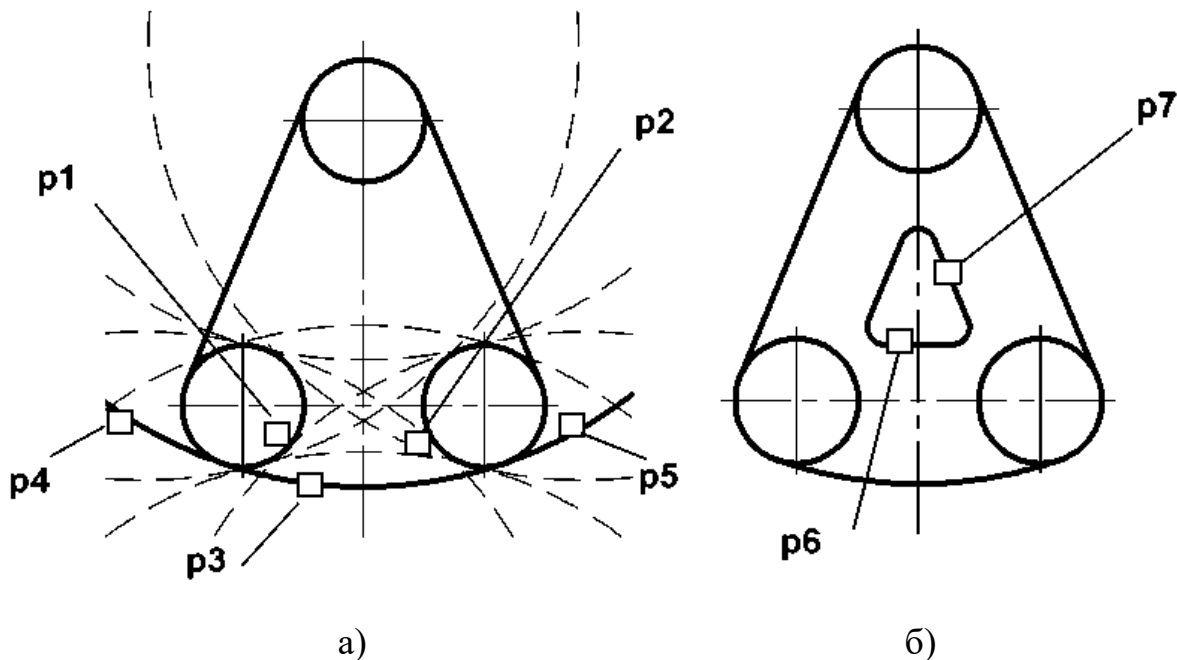

Рисунок 2.2 - Построение окружности касательной к двум окружностям и двум прямым
данной окружности, с которой должна касаться искомая окружность (рис. 2.2а);
3) указать графическим курсором произвольную точку (точка **p2**) на второй заданной окружности, с которой должна касаться та же искомая окружность (рис. 2.2а);
5) выбрать курсором на графической зоне нужную касательную окружность (указать точку **p3**) и щелкнуть по кнопке  – **Создать объект** панели специального управления (рис. 2.2а);
- 3) указать курсором на графической зоне прямые, между которыми строится сопряжение (на рис. 2.2б это точки **р6** и **р7**);